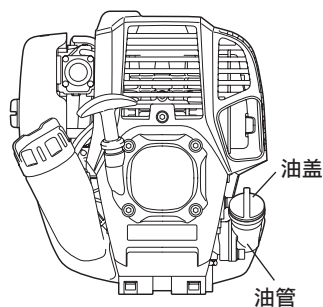
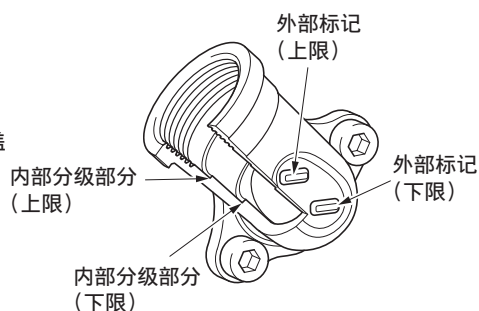

图 1
图 2 油管
- 设置发动机水平，取下油盖（图 1），检查所加的油是否在油管的上下限标记之间（图 2）。